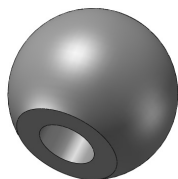

图 12-12 球头
本例绘制的球头如图 12-12 所示。
**03** 旋转实体。单击“特征”控制面板中的“旋转凸台/基体”按钮，此时系统弹出图 12-15 所示的“旋转”属性管理器。选择上步绘制的水平中心线为旋转轴，设置终止条件为“给定深度”，输入旋转角度为 360.00 度，然后单击属性管理器中的“确定”按钮，结果如图 12-12 所示。